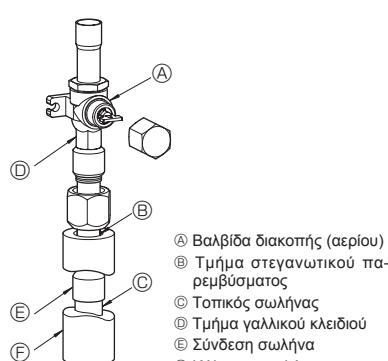

Fig. 4-3
- Ακολουθήστε την παρακάτω διαδικασία για να συνδέσετε τη σωλήνωση αερίου. (Fig. 4-3)
- Χαλκοκόλληστε την παρεχόμενη σύνδεση σωλήνα (B) στην εσωτερική μονάδα χρησιμοποιώντας υλικά χαλκοκόλλησης τα οποία παρέχονται τοπικά και τον τοπικό σωλήνα (C) χωρίς οξυγόνο.
- Συνδέστε τη σύνδεση σωλήνα (B) με τη βαλβίδα διακοπής αερίου.